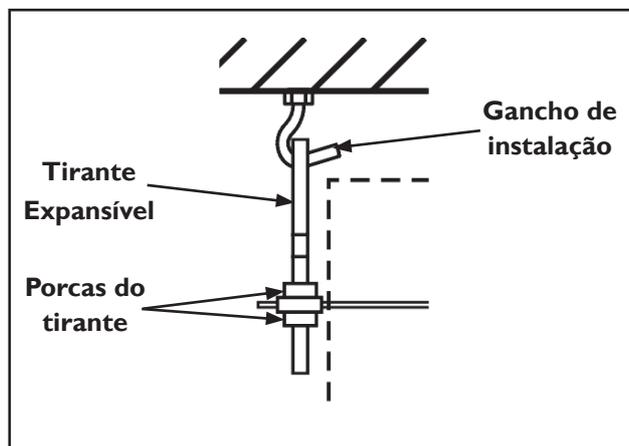

FIGURA 18
- i) Ajuste as porcas dos tirantes de maneira uniforme, para garantir o equilíbrio da unidade. Figura 18.